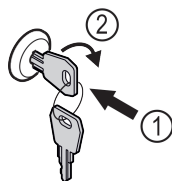

Fig. 75 Representación a modo de ejemplo
- Introducir la llave Fig. 75 (1).
- Girar la llave 90° en sentido horario Fig. 75 (2).